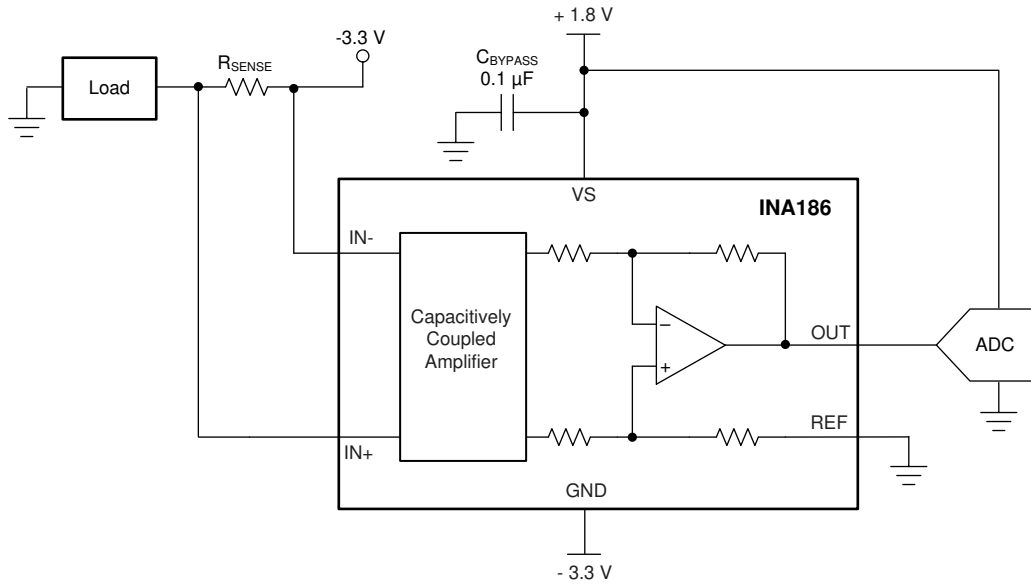

图 7-3. 使用 REF 引脚对输出电压进行电平转换
**REF** 引脚在单向运行中的另一个用途是对输出电压进行电平转换。图 7-3 显示了一个应用，其中器件地设置为负电压，从而可以测量偏置到负电源的电流（如光学网络卡中）。INA186 的 **GND** 可以设置为负电压，只要输入不违反共模范围规格且  $V_S$  和 **GND** 之间的电压差不超过 5.5V。在本例中，INA186 的输出馈送到正偏置模数转换器 (ADC)。通过将 **REF** 引脚接地，输出端的电压将为正且不会损坏 ADC。为确保输出电压始终不会变为负值，电源时序必须首先是正电源，然后是负电源。